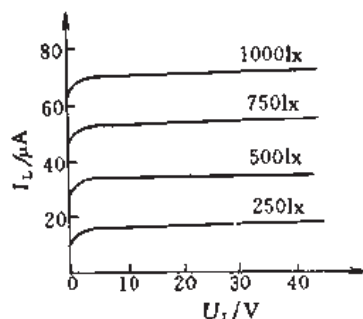

图 2.1.25 硅光电二极管输出特性曲线
(2) 输出特性曲线 硅光电二极管在一定反向工作电压下受到光照后即可产生光电流。由图 2.1.25 可见，光电流与外加电压关系不大，只随入射光的强度呈线性变化。